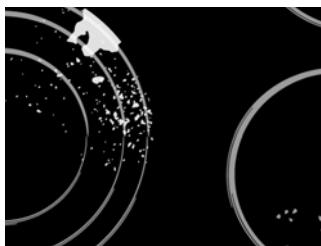

рис. 3
ПРОВЕРЬТЕ, ЧТОБЫ НА СТЕКЛОКЕРАМИЧЕСКОЙ ПОВЕРХНОСТИ НЕ ОСТАЛОСЬ СЛЕДОВ ЧИСТИЩЕГО СРЕДСТВА, ТАК КАК ПРИ НАГРЕВЕ ОНО МОЖЕТ ПРИОБРЕСТИ АГРЕССИВНЫЕ СВОЙСТВА И ПРИВЕСТИ К ИЗМЕНЕНИЯМ СТРУКТУРЫ СТЕКЛОКЕРАМИЧЕСКОЙ ПОВЕРХНОСТИ (РИС. 3).
■ **Пятна от воды** можно удалить с помощью слабого раствора уксуса. Этим раствором нельзя протирать рамку прибора (в некоторых моделях), так как она потеряет блеск. Для удаления известкового налета нельзя использовать агрессивные спреи и чистящие средства (рис. 3).